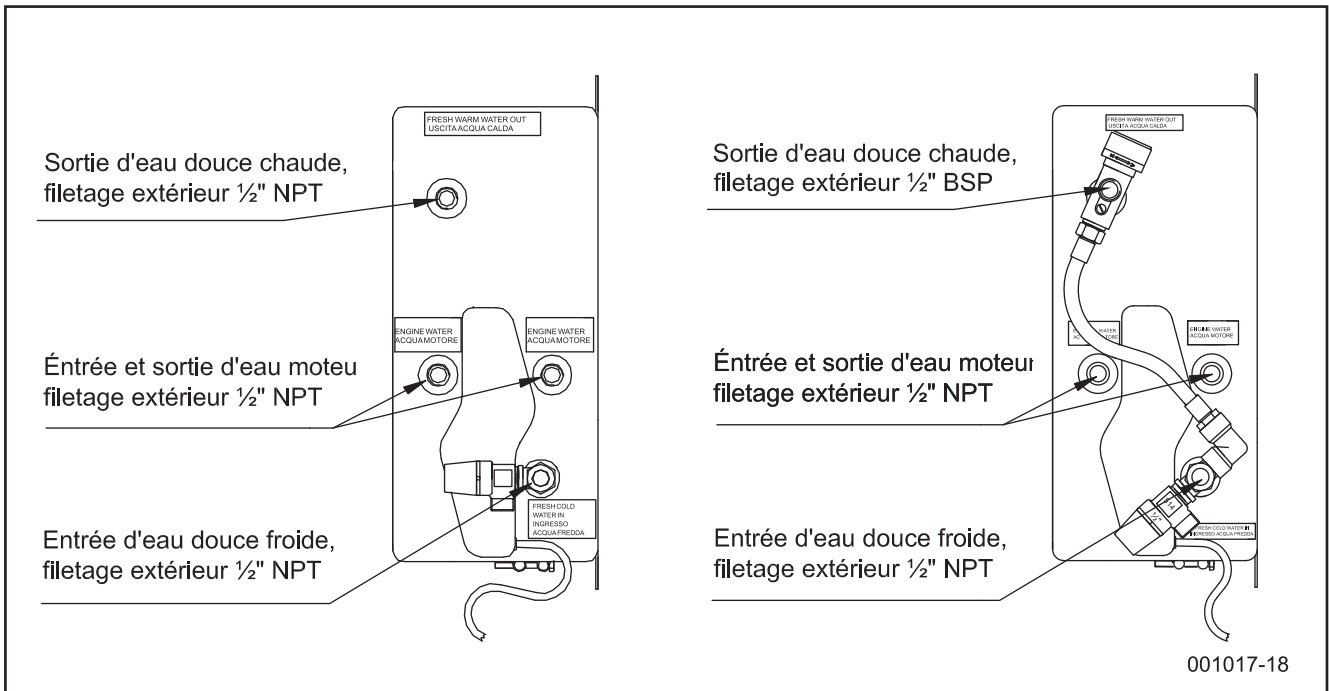
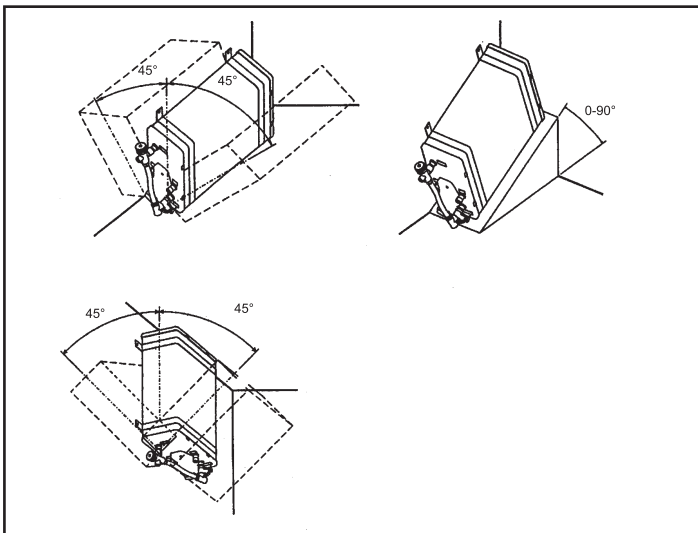

Fig. 6
Fig. 7
Slim Square peut être monté verticalement ou horizontalement à plat, ou encore placé dans d'autres positions comme représenté à la fig. 7. La Fig. 3 illustre les raccordements d'eau du modèle Basic, fig. 4 le Basic à double serpentin (double échangeur de chaleur), fig. 5 le Slim et fig. 6 le Slim Square. Il est recommandé de prévoir un espace libre d'environ 30 cm devant le chauffe-eau pour faciliter les interventions de maintenance.
4.2 Flexibles : pour les raccords moteur, utiliser exclusivement des tuyaux flexibles en caoutchouc renforcé à l'épreuve de la chaleur (100°C), résistant au liquide anti-gel et prévus pour une pression nominale de 5 bar. Pour le branchement d'eau douce froide et la sortie d'eau chaude illustrée à la fig. 7, utiliser des flexibles pour eau douce résistant à la chaleur et de qualité alimentaire. Ils seront prévus pour une pression nominale de 8 bar. Fixer les flexibles soigneusement avec des colliers de serrage. Étanchéifier les raccords filetés avec un produit approprié (Loctite 577 ou Bondline T777 par exemple). Les raccords de flexible G $\frac{1}{2}$ " ($\frac{1}{2}$ " BSP) s'adaptent sur les raccords du chauffe-eau.